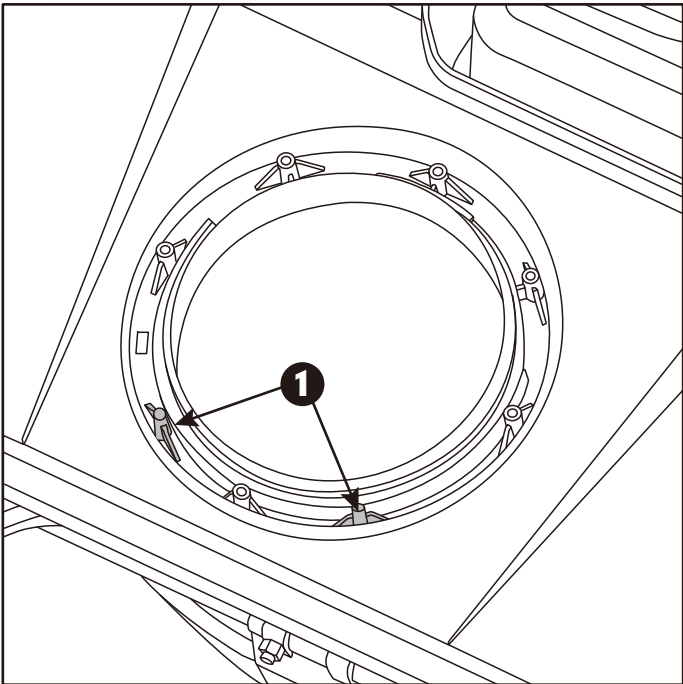

Fig.3A
1. Localice y alinee las dos lengüetas de posicionamiento del cuerpo del quitanieves con el conducto de descarga. (Fig.3A)